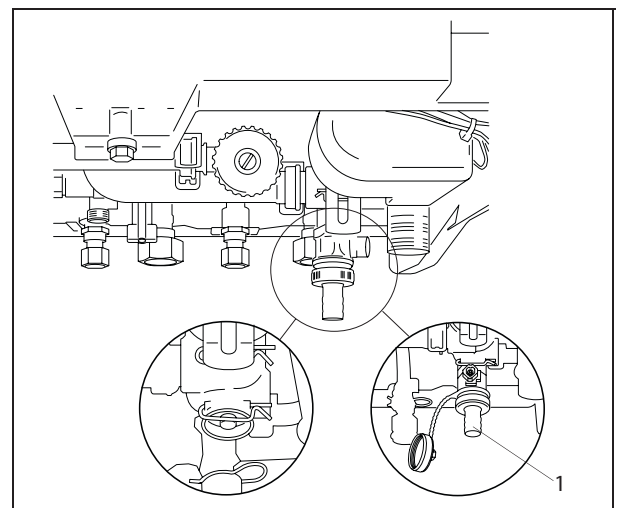

Fig. 12 Montaggio del rubinetto di riempimento in basso a destra
La caldaia murale Princess Plus HRC è dotata di scarico fornito a corredo che può essere montato in corrispondenza del tappo cieco (fig. 12, pos. 1) procedendo nel modo seguente: